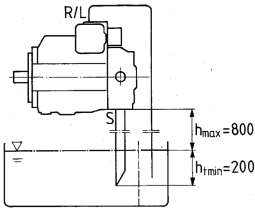

图 4
b) 当油箱的最低液面比泵的上端低时，泄油口以及可能包括《S》口必须用管道连接（见图 4）。情况如同 1.2。
a) 如安装在油箱之上，请见图 4。